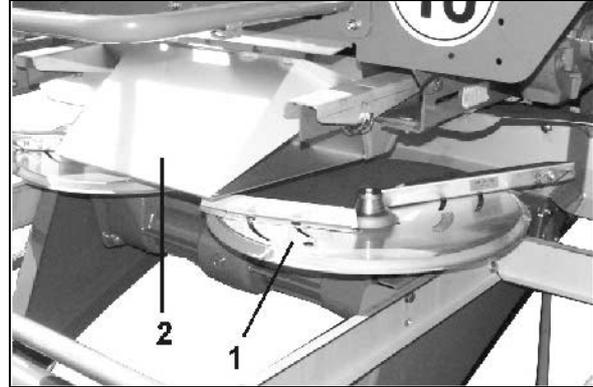

Рис. 54
Для внесения гранулированных удобрений при помощи распределяющих дисков OM (Рис. 54/1)
- всегда применяйте спускной лоток бункера (Рис. 54/2). Таким образом оптимизируется точка подачи удобрений на распределяющие диски.